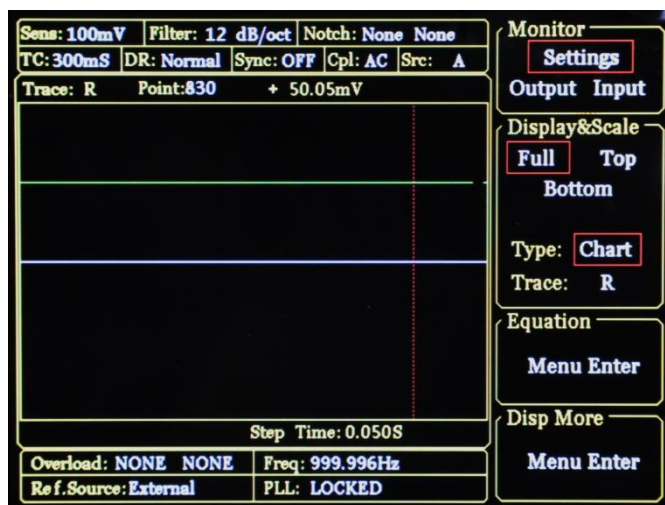

图 27. <Full>-<Chart>显示
2)<Chart>: XY 坐标图, 显示测量值得曲线图形, 可通过旋钮控制<Cursor>来查看采样点的数值大小, 经常与[SAMPLE]子菜单和 CONTROL 控制区域配合做测量数据的采集。如图 27 所示。